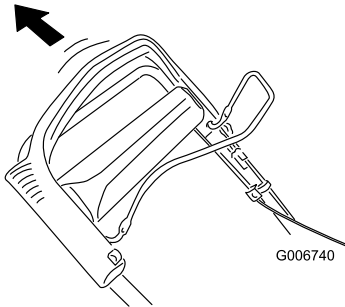

Figura 27
2. Tire del manillar superior hacia atrás del todo (Figura 27).